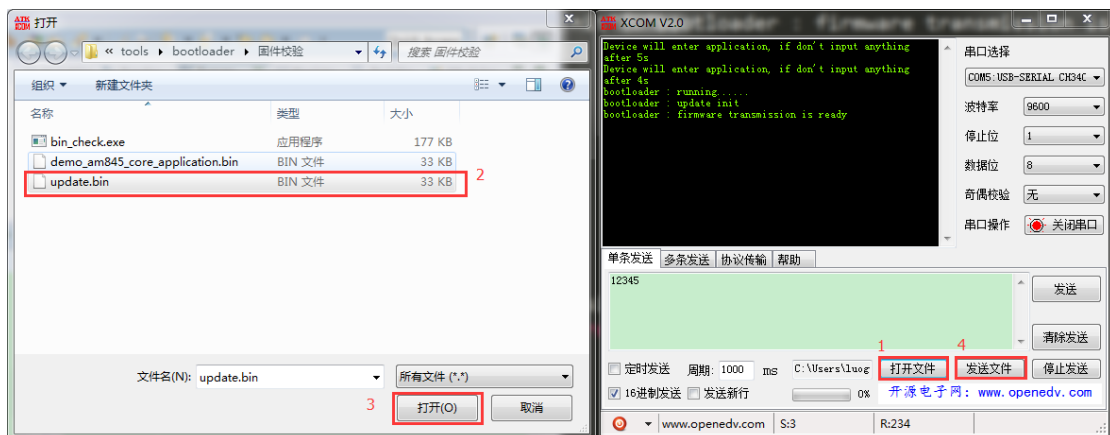

图 21: 发送固件
4、发送固件。当串口助手接收到 bootloader 的打印信息“bootloader : firmware transmission is ready”时，表明 bootloader 接收工作已准备就绪，此时可以利用串口助手发送固件。打开待发送的固件并发送，如 图 21 所示。